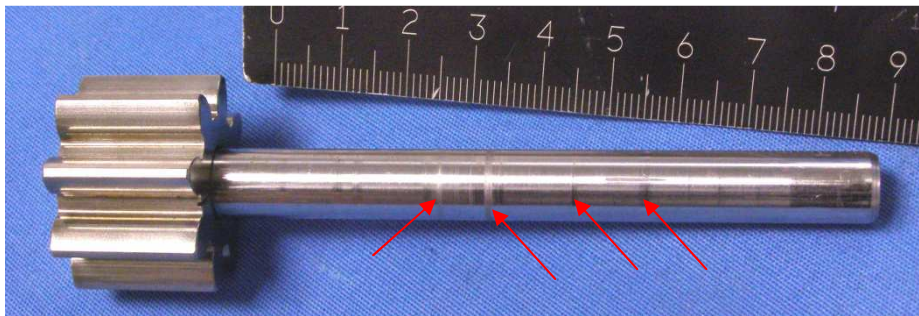

Figura 1: Eje con marcas superficiales
- *Hechos:* Eje con marcas superficiales transversales (figura 1).